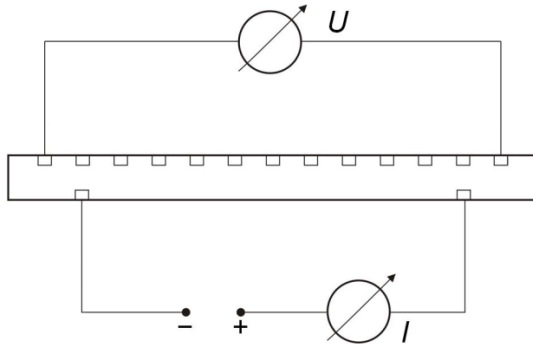

Fig. 1 Representação esquemática da medição de quatro condutores
- Conectar fonte de alimentação e amperímetro conforme Fig. 1. As hastes metálicas possuem, na altura do segundo e do décimo segundo ponto de medição, duas perfurações laterais para conexão de eletricidade.